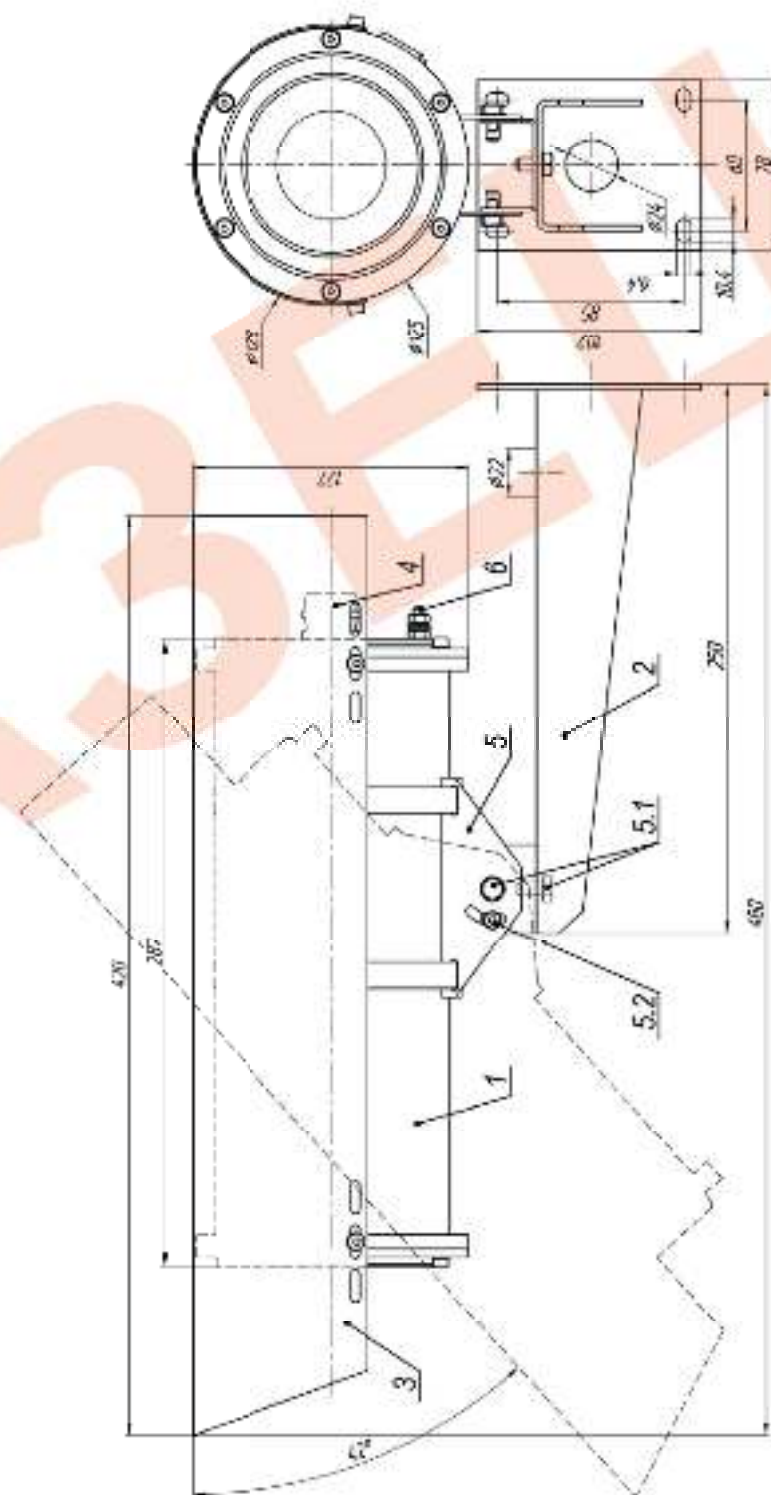

Рис.1 Габаритные и установочные размеры ТВК-192 IP
2. Ослабить болты и винты фиксации шарнира (поз.5.1 и 5.2 рис.1), установить гермобокс на нужное направление обзора, после чего надёжно зафиксировать шарнир затянув выше перечисленные болты и винты.
3. Заземлить гермобокс с помощью болта заземления (поз.6 рис.1).
Состав изделия: (см. рис.1):